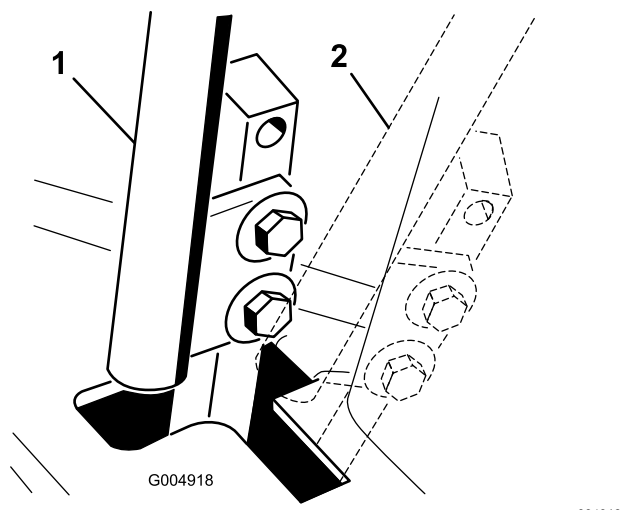

Figura 50
4. Mettete la leva di controllo in posizione di FOLLE **senza bloccarla** (Figura 50).
6. Controllate dove la leva di controllo corrisponde alla tacca nella console (Figura 50).